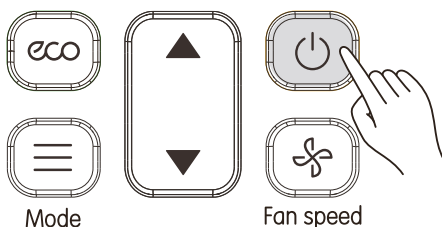

fig. 11
1) Premere (vedi "fig. 11"), l'unità interna inizia a funzionare